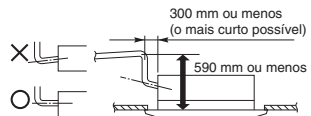

Fig. 3-12
- Se for necessário aumentar a altura do tubo de drenagem, o tubo pode ser elevado a um máximo de 590 mm da parte inferior do tecto. Não o eleve mais do que 590 mm, pois isso poderia causar vazamentos de água. (Fig. 3-12)